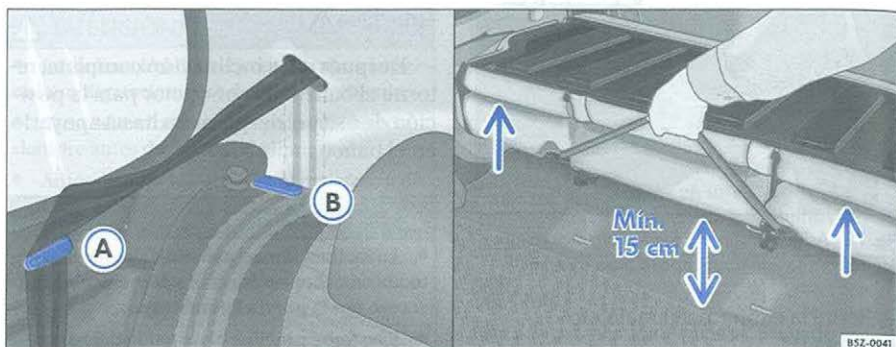

Fig. 73 Acoplamiento del cinturón para inclinación del asiento / altura mínima de 15 cm para soltar el asiento
- Agarre el asiento trasero por el tirador y suéltelo de una altura de 15 cm. Asegúrese de que el asiento esté debidamente trabado en el piso, tirándolo por una de las dos extremidades ⇒ fig. 73 -setas-.
- Remueva las cintas del cinturón de seguridad de los posicionadores ⇒ fig. 73 A y B. Para los vehículos con cinturones de tres puntos fijos, recolóque las lengüetas en los respectivos cerrojos.